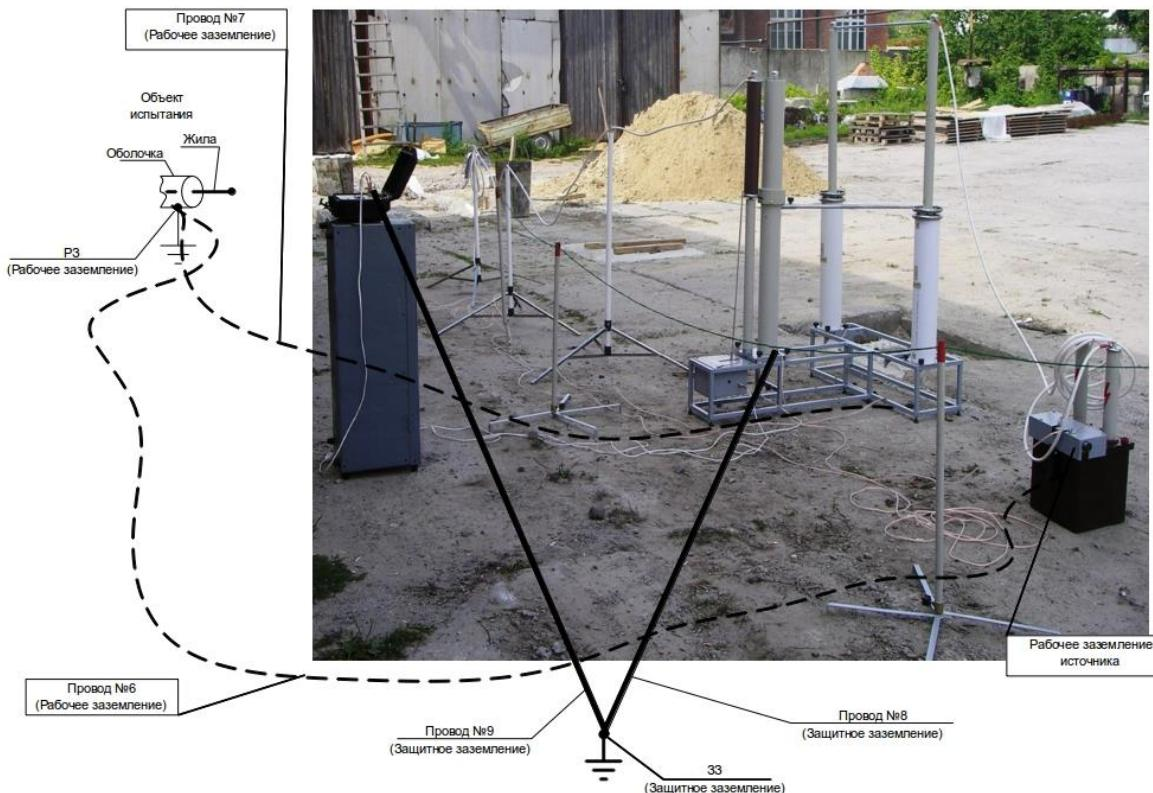

Рис.3. Схема заземления.
- Каждый блок или элемент должен заземляться на шину заземления отдельным проводником. Схема подключения заземлений показана на рис.3.
Такая схема заземления обеспечивает прохождение рабочих импульсных токов по проводам №4 и №5 и по рабочему заземлению источника (см. рис. 3), а по проводам №3, №6 (см. рис. 3) эти токи проходить не будут. Это обеспечит отсутствие перенапряжений на блоке управления и на коммутаторе.